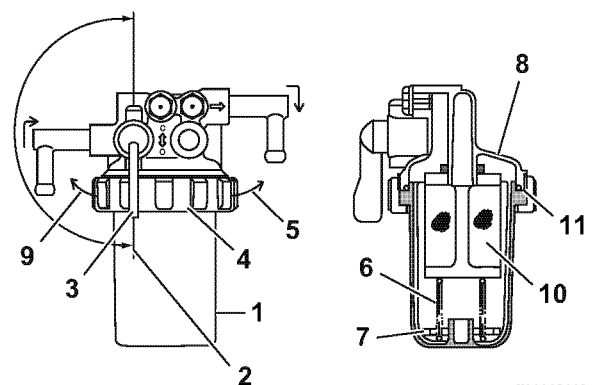

Рисунок 7
1. Поместите под топливным фильтром/водоотделителем разрешенную емкость (1, **Рисунок 7**) для сбора загрязнителей.
2. Закройте (2, **Рисунок 7**) топливный краник (3, **Рисунок 7**).
3. Вращайте крепежное кольцо (4, **Рисунок 7**) влево (9, **Рисунок 7**).
4. Осторожно снимите чашку (1, **Рисунок 7**). Извлеките из чашки удерживающую пружину (6, **Рисунок 7**) и поплавков (7, **Рисунок 7**). Вылейте топливо в разрешенную емкость и утилизируйте надлежащим образом отходы. Держите чашку за дно с помощью технической салфетки, чтобы предотвратить капание топлива. Немедленно вытирайте все пролитое топливо.
6. Проверьте состояние сетчатого фильтра (10, **Рисунок 7**). При необходимости очистите сетчатый фильтр.
7. Проверьте состояние кольцевого уплотнения (11, **Рисунок 7**). При необходимости замените кольцевое уплотнение.
8. Поместите в чашку поплавков (7, **Рисунок 7**) и удерживающую пружину (6, **Рисунок 7**).
9. Установите чашку на установочный фланец (8, **Рисунок 7**) и вращайте крепежное кольцо (4, **Рисунок 7**) вправо (5, **Рисунок 7**). Затяните только рукой.
10. Откройте топливный краник (3, **Рисунок 7**).